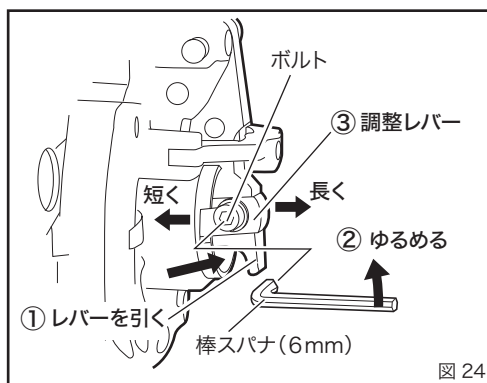

図 24
11. ねじ長さ調整方法 (図 24)
- 加工するねじの長さを変更したい場合、以下の手順に従って調整する事が出来ます。(図 24)
- ①レバーを手前に引きます。
- ②調整レバーのボルトを付属の棒スパナでゆるめます。
- ③調整レバーをスライドさせ、長さの調整を行います。1目盛で約1山分の長さ調整が可能です。
- ④調整レバー位置を調整後、ボルトをしっかりと締め付けます。